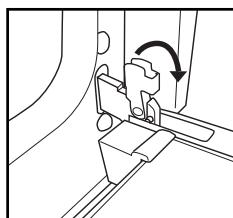

Fig. 1
2. Levante las sujetacorrientes y empújelas al máximo hacia delante (Fig. 1).